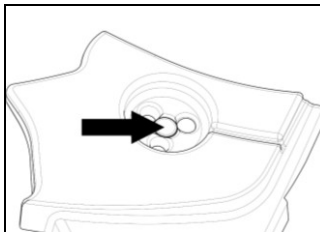

Abb. 10
- Bevor Sie den Lautsprecher in seinen Sitz einfügen, bringen Sie das Klettband-Scheibchen auf dem Wangenteil aus Polystyrol an (Abb. 10).